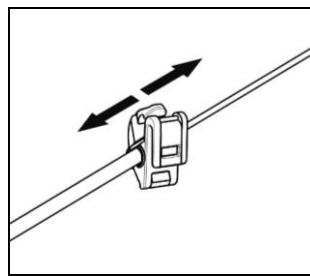

Abb. 24
- Richten Sie das Mikrofon aus (Abb. 24).